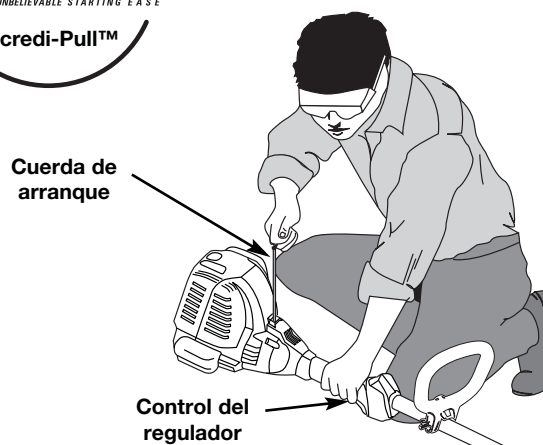

Fig. 8
ADVERTENCIA: Evite los arranques accidentales. Colóquese en posición de inicio cuando tire de la cuerda de arranque (Fig. 8). El operador y la unidad deben estar en una posición estable al arrancar la unidad para evitar graves lesiones personales.
5. Inclínese en la posición de arranque (Fig. 8). Mientras oprime la palanca del obturador, tire de la cuerda de arranque enérgicamente 5 veces.